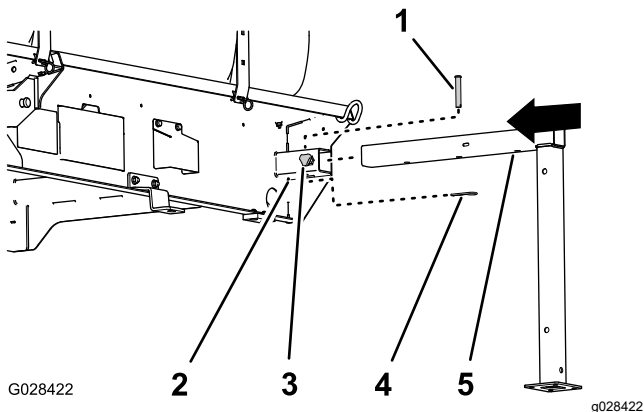

Figura 99
1. Aliniați suportul de cric frontal cu receptorul de suport de cric frontal situat în partea din față a rezervorului (Figura 99).
2. Introduceți suportul de cric în receptor până când orificiul median din tubul suportului de cric orizontal este aliniat cu orificiul din partea de sus a receptorului (Figura 99).
4. Înfiletați o rozetă de blocare în receptor și strângeți manual rozeta (Figura 99).